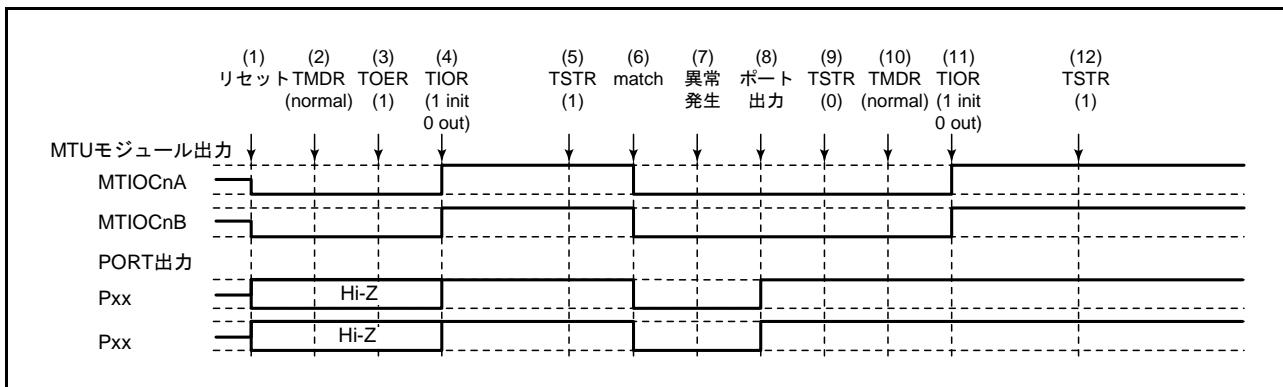

図 18.125 ノーマルモードで異常が発生し、ノーマルモードで復帰する場合
ノーマルモードで異常が発生し、再設定後ノーマルモードで再スタートする場合の説明図を図 18.125 に示します。
- (1) ~ (9) は図 18.125 と共通です。
- (10) PWM モード 1 を設定します。
- (11) TIOR で端子を初期化してください（PWM モード 1 では MTIOCnB 側は初期化されません。初期化した場合はノーマルモードで初期化した後、PWM モード 1 に移行してください）。
- (12) TSTR で再スタートします。
(1) ~ (9) は図 18.125 と共通です。
(10) PWM モード 2 を設定します。
(11) TIOR で端子を初期化してください (PWM モード 2 では周期レジスタの端子は初期化されません。初期化したい場合にはノーマルモードで初期化した後 PWM モード 2 に移行してください)。
(12) TSTR で再スタートします。
(10) 位相計数モードを設定します。
(11) TIOR で端子を初期化してください。
- (10) TIOR でノーマルモードの波形生成部を初期化してください。
- (11) TIOR でノーマルモードの波形生成部の動作を禁止してください。
- (12) TOER でチャネル 3、4（またはチャネル 9、10）の出力を禁止してください。
- (13) TOCR で相補 PWM の出力レベルと周期出力の許可禁止を選択してください。
- (14) 相補 PWM を設定します。
- (15) TOER でチャネル 3、4（またはチャネル 9、10）の出力を許可してください。
- (16) TSTR で再スタートします。